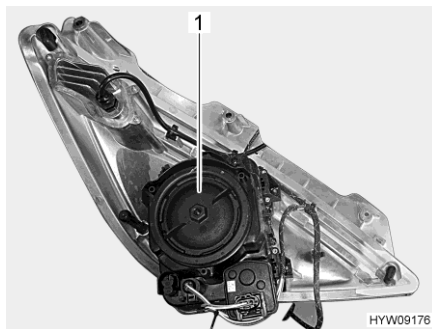

Fig. 219 Faro anteriore (lato posteriore)
- Ruotare il coperchio dell'involucro (Fig. 219,1) in senso antiorario e rimuoverlo.
- Posizionare il coperchio dell'alloggiamento (Fig. 219,1) e ruotarlo in senso orario fino a bloccarlo.